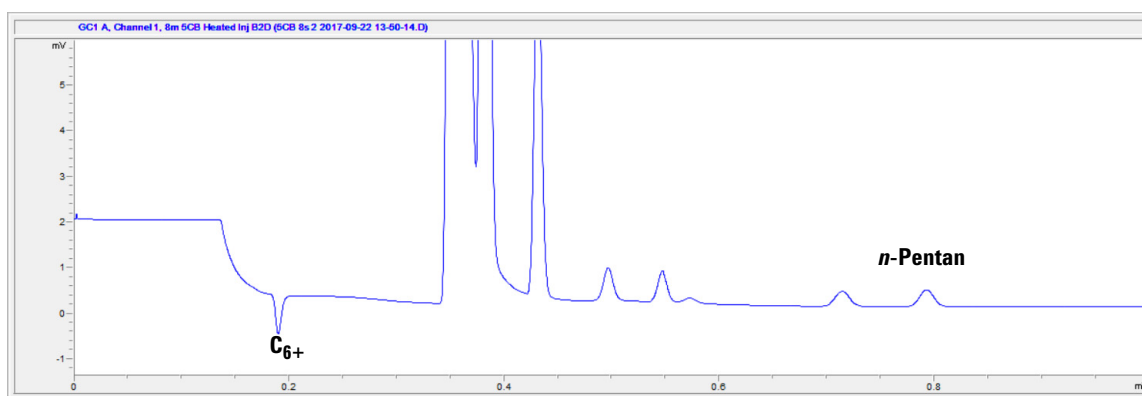

Abb.38 8m 5CB-Säule für die Erdgasanalyse
- 1 Die Rückspülzeit auf 0 s einstellen. Eine Analyse starten, um die Peaks aller eluierten Komponenten zu erhalten. Die Retentionszeit (RT) von *n*-Pentan und 2,2-Dimethylbutan aufzeichnen.
- 4 Einen Feinabgleich der BF-Dauer bis zu dem Datenpunkt des Auftretens des 2,2-Dimethylbutan-Peaks durchführen. Die BF-Dauer in Schritten von jeweils 0,1 s verringern und eine Analyse starten, bis der Peak verschwindet (Peakhöhe < 3 μ V). Die BF-Dauer für diesen Kanal auf diesen Wert minus 0,2 s einstellen. Eine typische „saubere“ Zeitdauer beträgt mit dem 8m 5CB BF2D-Kanal ungefähr 0,3-0,5 s (siehe Abbildung 38 auf Seite 84).